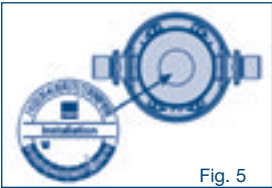

Fig. 5
- 6. Escriba la fecha (mes/año) de la instalación en el adhesivo de montaje adjunto y péguelo en la cabeza filtrante (consulte la Fig. 5).